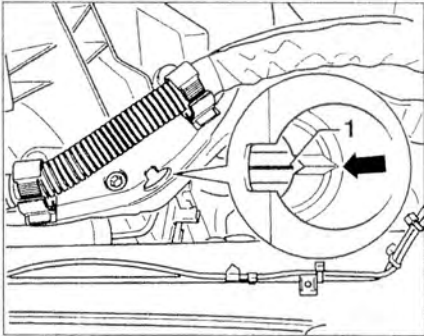

Рис. 4.26. Вращайте коленчатый вал до тех пока, метка 1 на маховике не совместится с меткой на промежуточном фланце (стрелка).
3. Вращайте коленчатый вал до тех пока, метка 1 на маховике не совместится с меткой на промежуточном фланце (стрелка) (рис. 4.26).